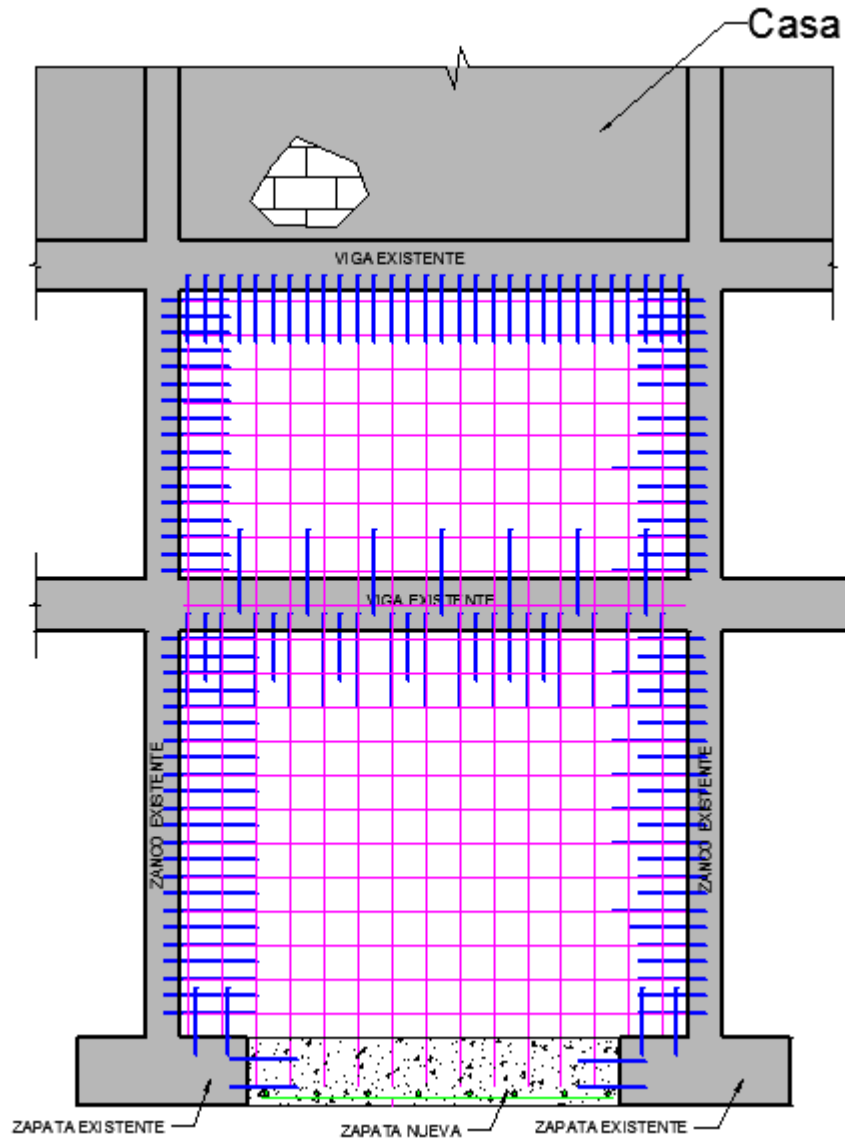

Figura 18. Instalación de Dowels y Refuerzo Vertical / Horizontal con una Viga a Media Altura
3. tanto por la parte superior e inferior de la viga intermedia pero en esta ocasión los *dowels* deben estar separados 12 pulgadas, según se ilustra en la Figura 18.
Al completar esta sección la zona de trabajo debe lucir como se muestra en la Figura 18. Pase ahora a la sección 3.1.4 (página 14).